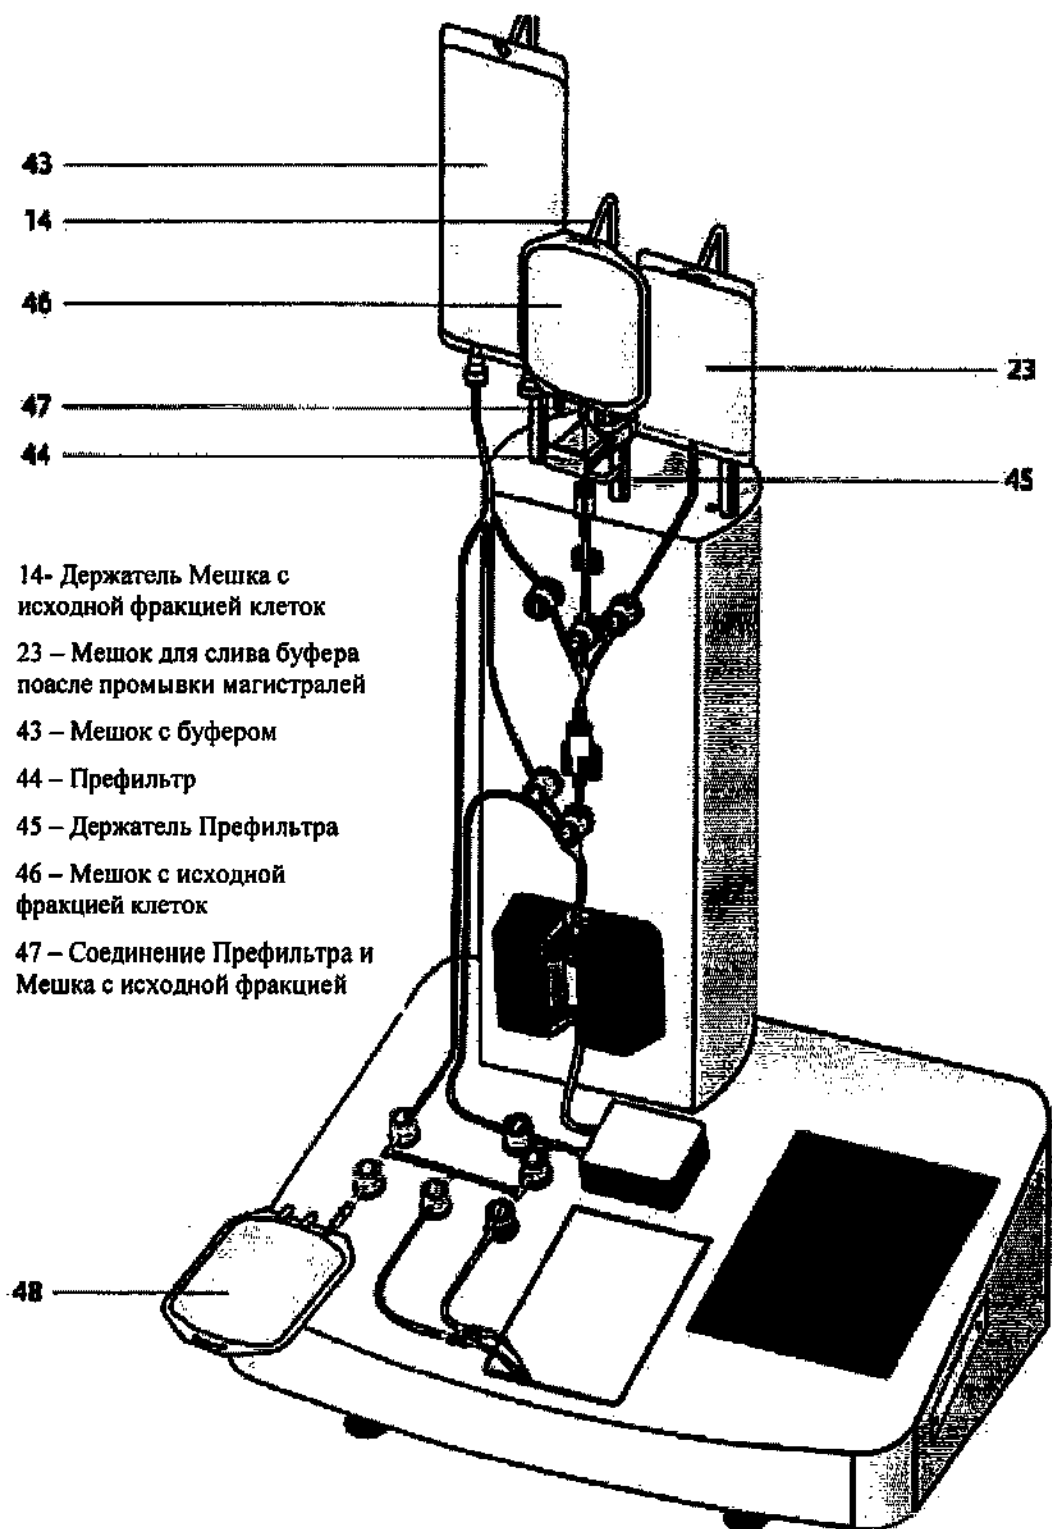

Рис. 4.3-9. Прибор CliniMACS^{®+}, с:
После окончания стадии заполнения магистралей, если никаких протечек или повреждений обнаружено не было, можно присоединить **Мешок с исходной фракцией клеток** (рис. 4.3-9). Любое соединение магистралей и Мешков необходимо проводить в асептических условиях.
2. Снимите колпачок с нижнего конца **Префильтра** (44, рис. 4.3-9). Плотнo соедините магистраль с префильтром. НЕ снимайте верхнюю колпачок Префильтра.
3. Снимите колпачок с верхнего конца **Префильтра** (47, рис. 4.3-9).
6. Поместите **Мешок с исходной фракцией клеток** на крючок держателя (14, рис. 4.3-9).